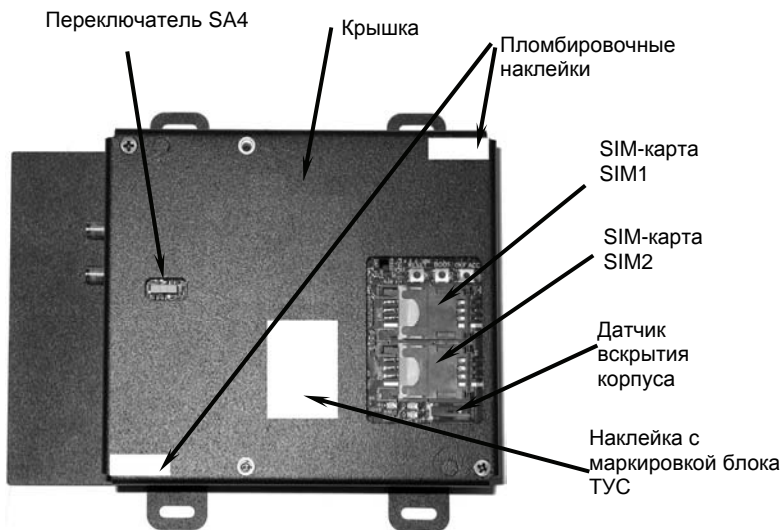
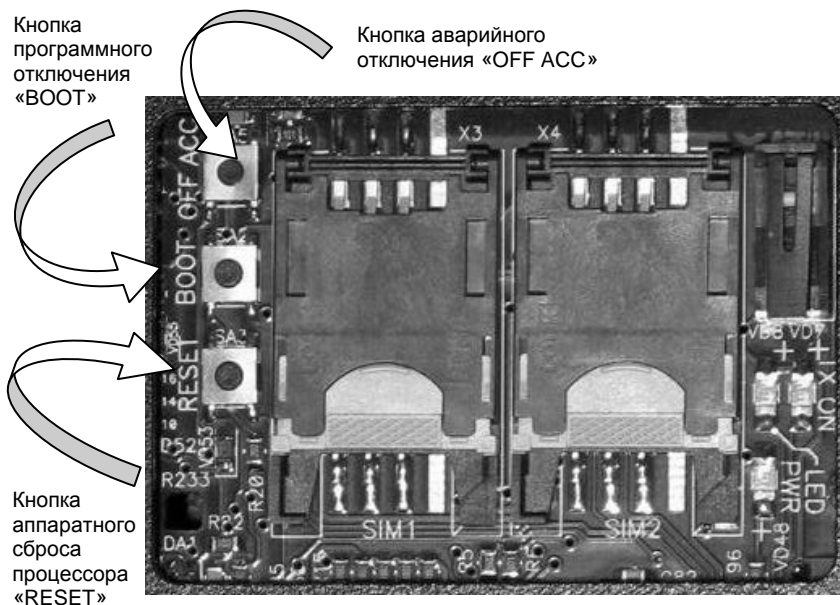

Рисунок 3 – Вид сверху со снятым кожухом
Рисунок 4
Конструктивно блок ТУС реализован в едином металлическом корпусе, состоящем из основания и крышки, и электронного блока на одной печатной плате (см. рисунок 2 и рисунок 3). Крышка, к которой изнутри прикреплен блок, привинчена к основанию четырьмя винтами, два из которых опломбированы наклейками (см. рисунок 3).
В крышке имеются отверстия для доступа (рисунок 3):
В блоке ТУС могут быть установлены две SIM-карты: в держатель SIM1 и в держатель SIM2 (рисунок 3 и рисунок 4).
Рядом с SIM-картами находятся кнопки аварийного («OFF ACC») и программного («BOOT») отключения, а также кнопка «RESET» аппаратного сброса процессора (рисунок 4).
В блоке ТУС имеется датчик вскрытия – микропереключатель, язычок которого проходит сквозь отверстие в крышке и выступает над ее поверхностью (рисунок 4).
Корпус блока ТУС маркируется наклейкой с обязательным указанием аппаратного адреса ТИТАН-10, серийного номера, наименования предприятия изготовителя и пломбируется (см. рисунок 3) предприятием-изготовителем пломбировочными наклейками.
2.2.2 Установка SIM-карт должна производиться в держатели SIM1 и SIM2 (рисунок 3).